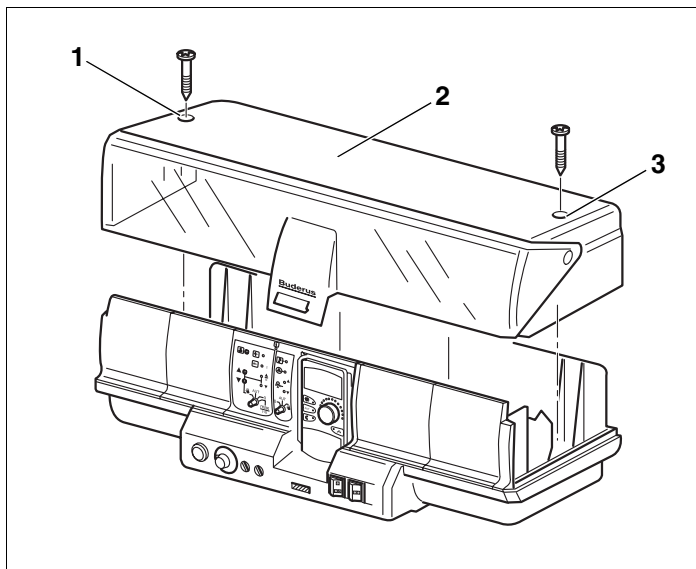

Fig. 18 Se îndepărtează capacul
- Se deșurubează cele 2 șuruburi (fig. 18, **poz. 1 și 3**) de la partea superioară a capacului.
- Se scoate capacul (fig. 18, **poz. 2**).